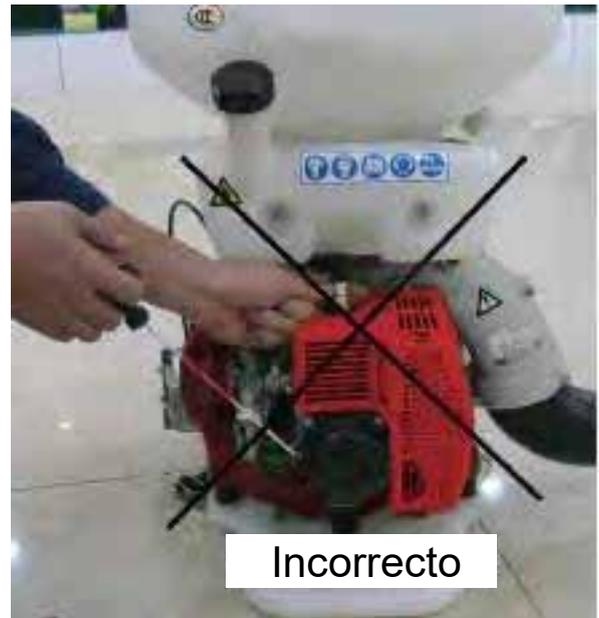

Fig 12
- (1) Si batalla para encender el motor o no prende, revise que la bujía tenga chispa. Apriete bien la bujía y coloque el polo de forma que toque con el cilindro. Jale el arrancador y observe que haya chispa en la bujía. Jale el arrancador cuidadosamente y no toque el metal de la bujía por que esta puede provocar que se electrocute como muestra la Fig. 12.